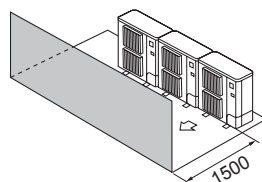

Fig. 2-14
- ③ Kliūtys tik priekyje (Fig. 2-14)